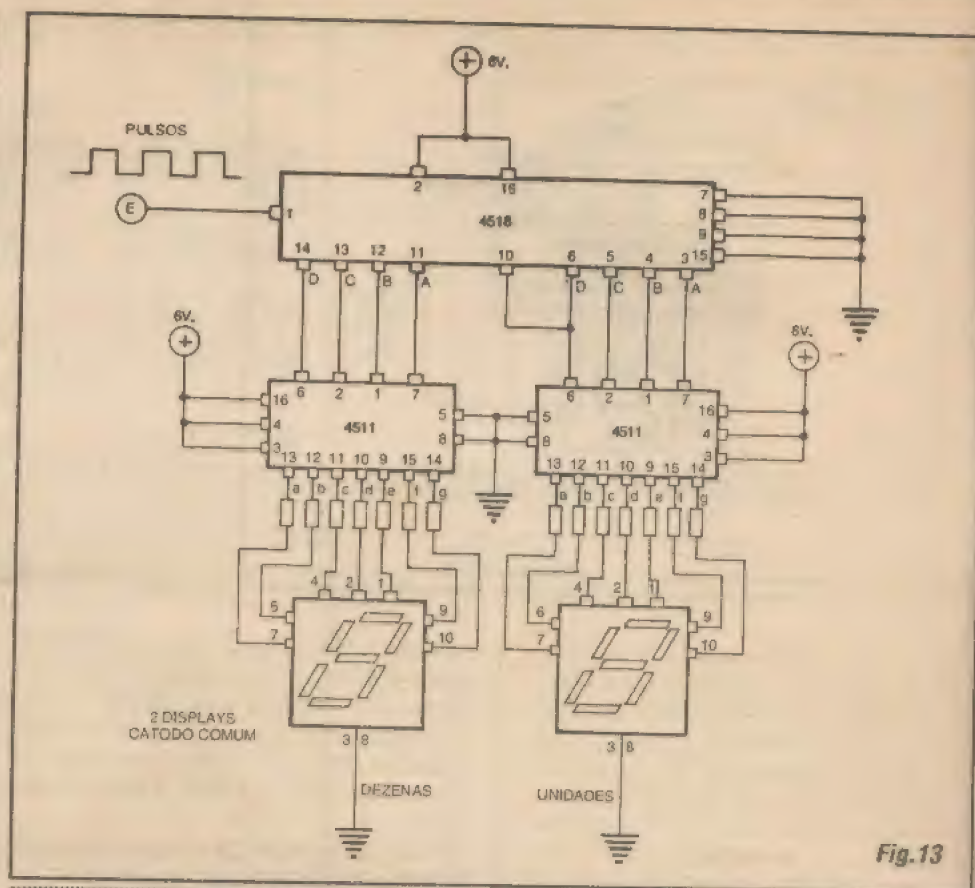
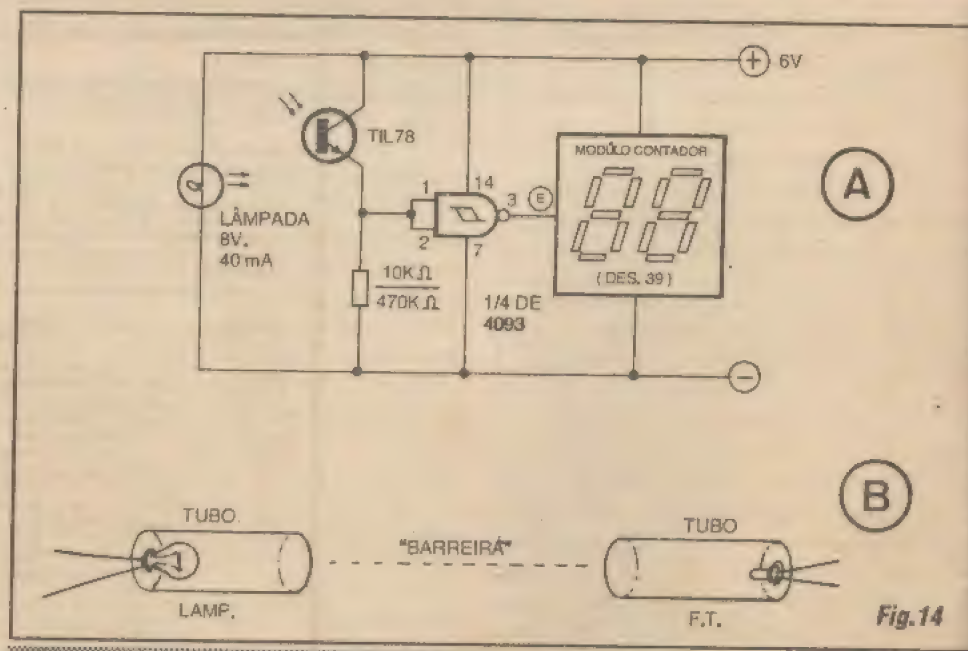

Fig. 13
Fig. 14
- FIG. 13 - UM CIRCUITO PRÁTICO, TÍPICO, PARA CONTADOR DE DOIS DÍGITOS... - Não será difícil ao leitor/aluno, observando cuidadosamente tudo o que já aprendeu nas últimas aulas, compreender e até realizar na prática o sugerido circuito de contador duplo (com displays correspondentes às unidades e dezenas, podendo fazer indicações numéricas desde 00 até 99, portanto...). Um integrado 4518 (duplo contador com saídas em binário), dois 4511 (decodificadores para displays) e dois displays catodo comum, tipo padrão (10 pinos), formam os blocos principais do arranjo... Fora esses componentes, temos apenas mais 14 resistores de limitação da corrente nos segmentos dos displays, e cujos valores dependerão da real tensão de alimentação utilizada... Se for usada tensão de 6V na dita alimentação, os resistores podem ser de 220R (sob 9V, 330R, e sob 12V, 470R...). Com um pouquinho de trabalho (e muita atenção...) o circuito poderá ser implementado sobre uma matriz de contatos, sem soldas, para fins experimentais... Quem for mais ousado, poderá criar um circuito impresso com lay out específico, transformando o projeto num real e útil módulo digital de contagem... Não esquecer que os pulsos a serem contados, aplicados à entrada geral E, devem ser muito bem definidos, mantendo um nível máximo de tensão equivalente à alimentação, podendo inclusive ser gerados por quaisquer dos sugeridos módulos de clock vistos nas aulas anteriores...
- FIG. 14 - UMA INTERESSANTE APLICAÇÃO PRÁTICA PARA O MÓDULO CONTADOR... - Praticamente tudo dentro das técnicas e circuitagens digitais, pode ser considerado modular, ou seja: facilmente casável com outros blocos ou módulos, para a realização de funções ou objetivos cada vez mais complexos...! Uma interessante possibilidade de aproveitamento prático do módulo contador duplo (FIG. 13) é o que sugere o diagrama, que utiliza apenas aspectos teóricos e práticos já estudados nas aulas do ABCDE... Um simples módulo de entrada, formado por um foto-transistor TIL78, um resistor e um único gate com função Schmitt Trigger (1/4 de 4093...), pode exci-